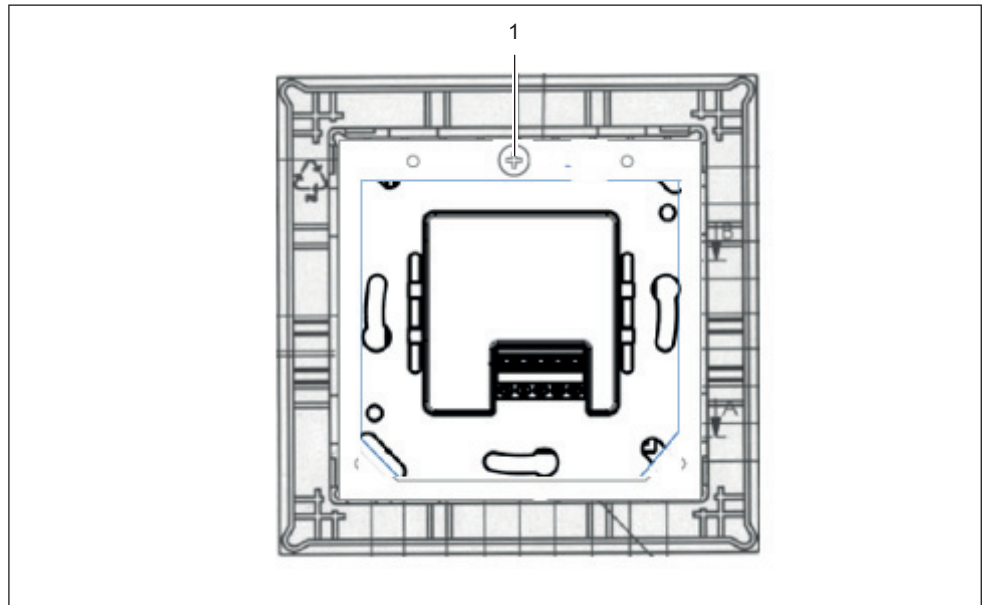

Fig. 20: Inserção da placa de montagem e fixação
3. Volte a inserir a placa de aperto no módulo cego e fixe-a (Fig. 20).